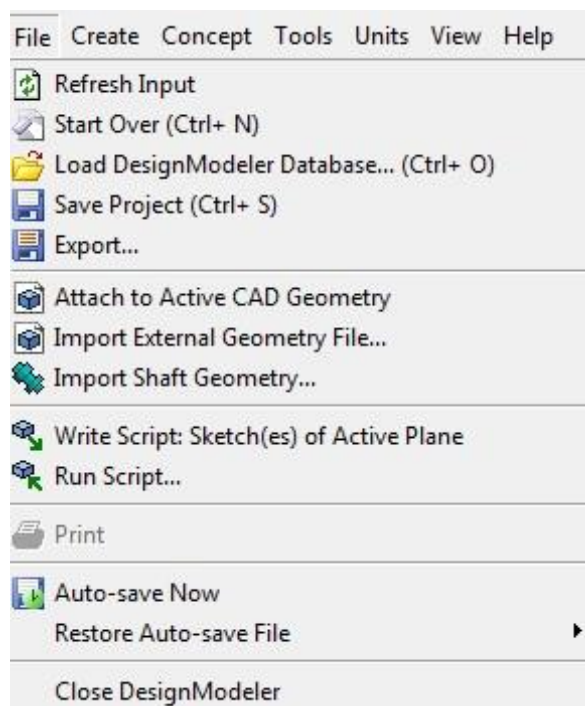

Рис. 2. Панель **File**
- **File** – робота з файлами проекту: збереження, перейменування, імпорт, експорт і т. п. (рис. 2)